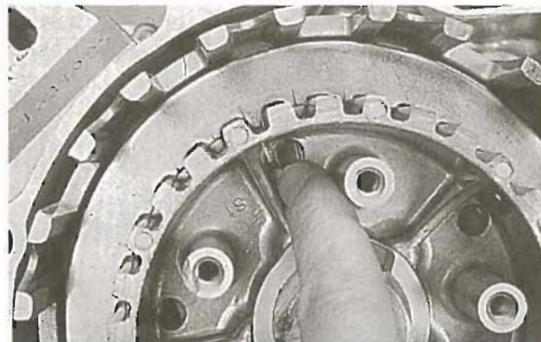

Bild 87
- Ab 1987 weist Kupplung eine Dämpfungsvorrichtung auf, die «normalerweise» nicht demontiert wird. Falls doch: Drahtsicherung (Bild 87) ausfedern. Es folgen Stahlscheibe, Federteller und Federsitz.